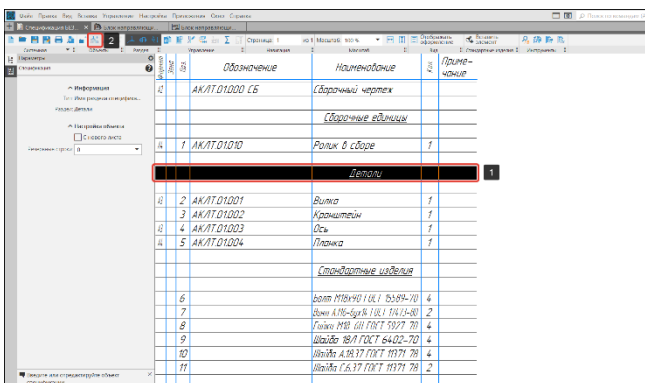

Рисунок 377 – Добавление базового объекта
- В спецификации, содержащей разделы, установим курсор в любом месте раздела, в который требуется добавить базовый объект (1) (Рисунок 377);
- Вызовем команду добавления базового объекта (2) (Рисунок 377). После вызова команды в текущем разделе создается новый объект. Система перейдет в процесс редактирования этого объекта.